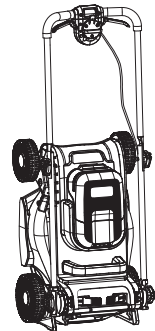

Fig. 24
- Ranger la tondeuse à gazon à plat ou en position verticale (Fig. 24).